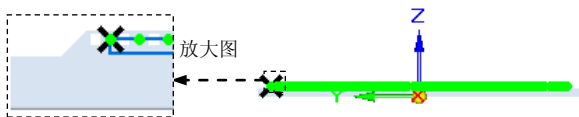

图 8.13.186 绘制矩形阵列轮廓
(4) 绘制矩形阵列轮廓。单击“特征”区域中的 **矩形阵列** 按钮，绘制图 8.13.186 所示的矩形。